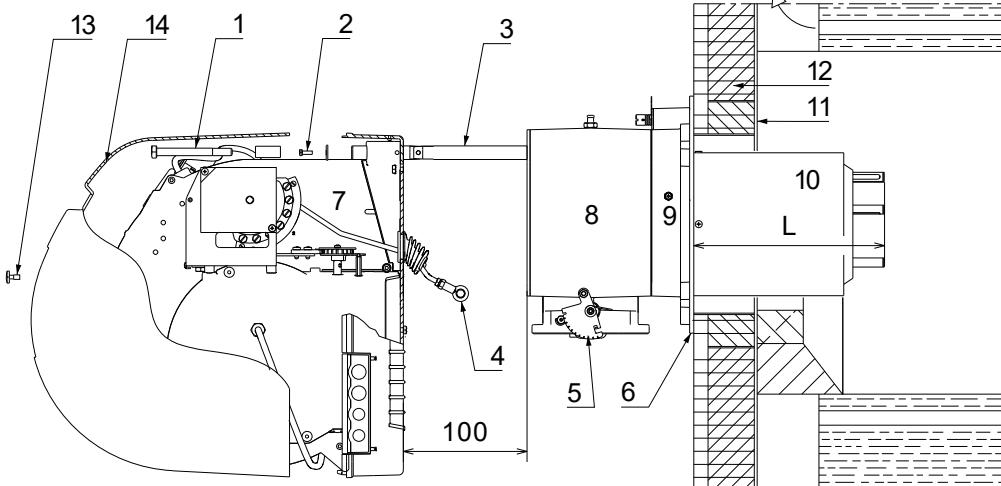

Abb. 10
Für Heizkessel mit vorderem Abgasumlauf 1) (Abb. 10) oder mit Flammenumkehrkammer muss eine Schutzschicht aus feuerfestem Material 5), zwischen feuerfestem Material des Kessels 2) und Flammrohr 4) ausgeführt werden.
Für Heizkessel mit wassergekühlter Frontseite ist die Verkleidung mit feuerfestem Material 2)-5) (Abb. 10) nicht notwendig, sofern nicht ausdrücklich vom Kesselhersteller erfordert.
Trennen Sie dann den Flammkopf vom übrigen Teil des Brenners, (Abb. 10).
- Befestigen Sie den Flansch 9) (Abb. 10) an der Platte des Heizkessels und legen die zur Ausstattung gehörende Isolierdichtung 6) dazwischen (Abb. 10).
Wenn die Einstellung des Kopfes beendet ist, den Brenner auf den Führungen 3)(Abb. 15) etwa 100 mm von der Muffe 4 wieder montieren - Brenner in der abgebildeten Position Abb. 10 auf Seite 14.